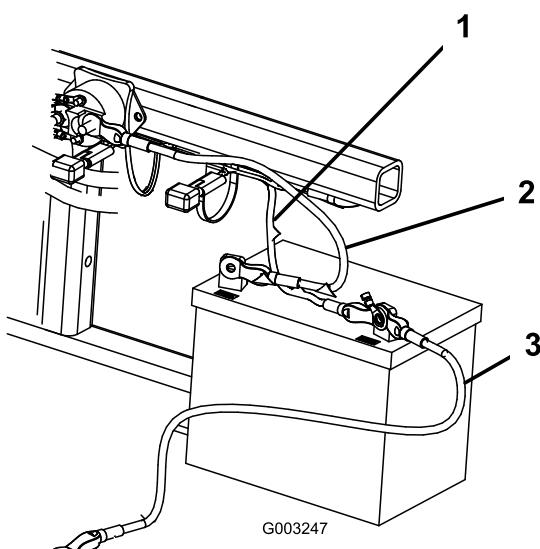

Figure 5
2. Fixez le câble positif (rouge) à la borne positive (+) avec un boulon de 1/4-20 x 5/8 po et un contre-écrou (Figure 5).
3. Fixez le petit câble noir et le câble négatif (noir) à la borne négative (-) de la batterie avec une boulon (1/4 x 5/8 po) et un contre-écrou (1/4 pouce) (Figure 5).